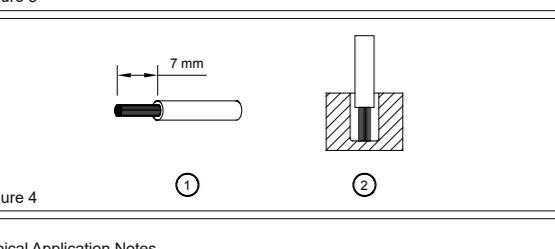

Figure 4
Sie können flexible (feindrähtige Leitung) oder feste Kabel mit einem Querschnitt von 3,3-5,3mm² (AWG 12-10) und einem Anzugsmoment von 7,3kgf.cm max (6,3lb in) verwenden. Um sichere und stoßfeste Anschlüsse gewährleisten zu können, sollte die Abisolierlänge 7mm betragen (siehe Abb. 4 (1)). Bitte sorgen Sie dafür, dass die Kabel vollständig in die Anschlussklemmen eingeführt werden, siehe Abb. 4 (2).